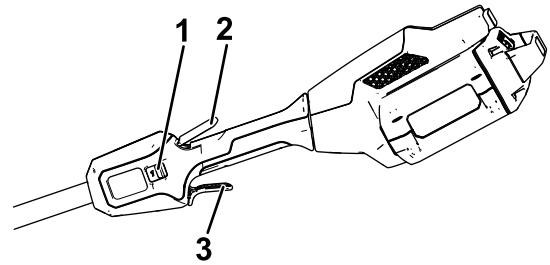

Bild 9
4. Drücken Sie zum Anlassen des Freischneiders die Arretierungstaste und drücken Sie dann den Auslöser für die variable Geschwindigkeit (Bild 9).